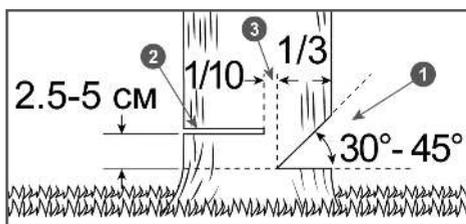

Рис. 15 Расположение запила, пропила и недопила
5. Сделайте запил 1 с той стороны, куда должно упасть дерево, глубиной примерно $\frac{1}{3}$ диаметра ствола и под углом от 30 до 45 градусов (Рис. 15). Линия стыка двух пропилов, образующих запил, называемая направляющей линией, должна располагаться как можно более горизонтально и под углом 90 градусов к направлению валки.
должен оставаться недопил 3 примерно 1/10 диаметра ствола. Вставьте своевременно клин в пропил 2 (Рис. 15). Недопил 3 действует как шарнир и позволяет контролировать падение дерева (Рис. 15).
Ни в коем случае не допиливать до конца недопил 3 (Рис. 15), так как вы не сможете контролировать направление падения дерева.